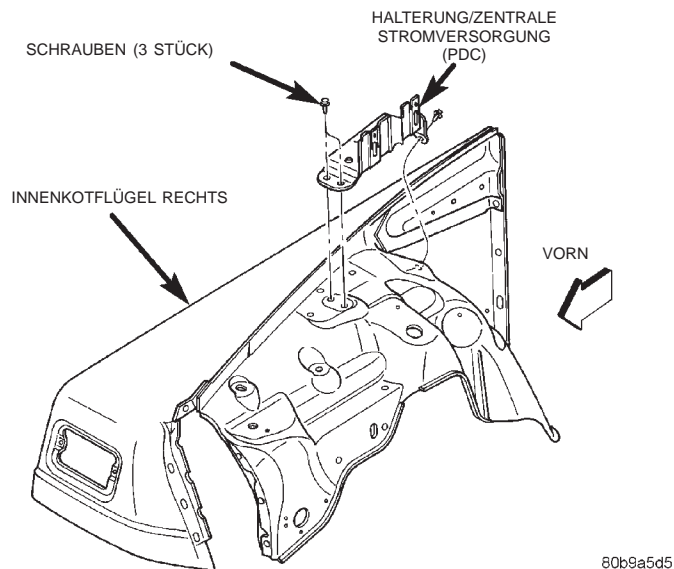

Abb. 5 Halterung der Zentralen Stromversorgung (PDC) aus- und einbauen
(10) Die drei Schrauben lösen, mit denen die PDC-Halterung am rechten vorderen Innenkotflügel befestigt ist (Abb. 5).
(11) PDC-Halterung vom rechten vorderen Innenkotflügel abnehmen.